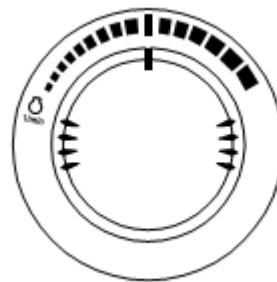

Рисунок 17
2. Запустите двигатель без нагрузки, на средней скорости, дайте ему проработать в течение 5 минут (рисунок 17).